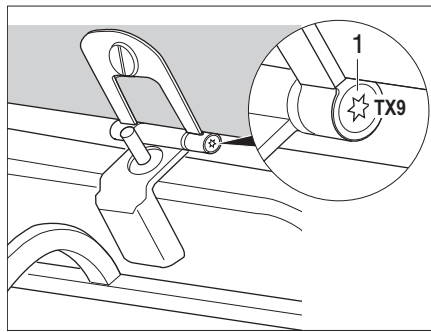

Fig. 126 Bisagras de la cubierta de cristal
- Apriete con cuidado los tornillos de las bisagras (Fig. 126,1) con una llave Torx TX9.